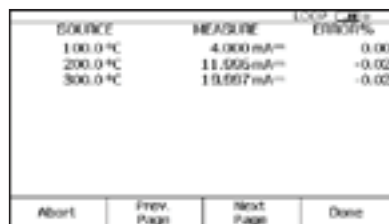

Figura 10.
12. Una vez realizado el ajuste, seleccione "As Left", "Done" y "Autotest." Observe las evaluaciones de 0-50-100%. Si el ajuste se ha realizado con éxito, todos los errores del resumen de los resultados de la ejecución aparecerán en video normal (o menos del 0,25%) (Figura 10).